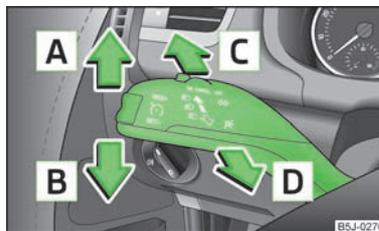

Fig. 24
- Premere la leva degli indicatori di direzione » fig. 24 verso l'alto o verso il basso per accendere rispettivamente la luce parcheggio destra o sinistra.
- Premere la leva verso l'alto **A** » fig. 24 o verso il basso **B**.